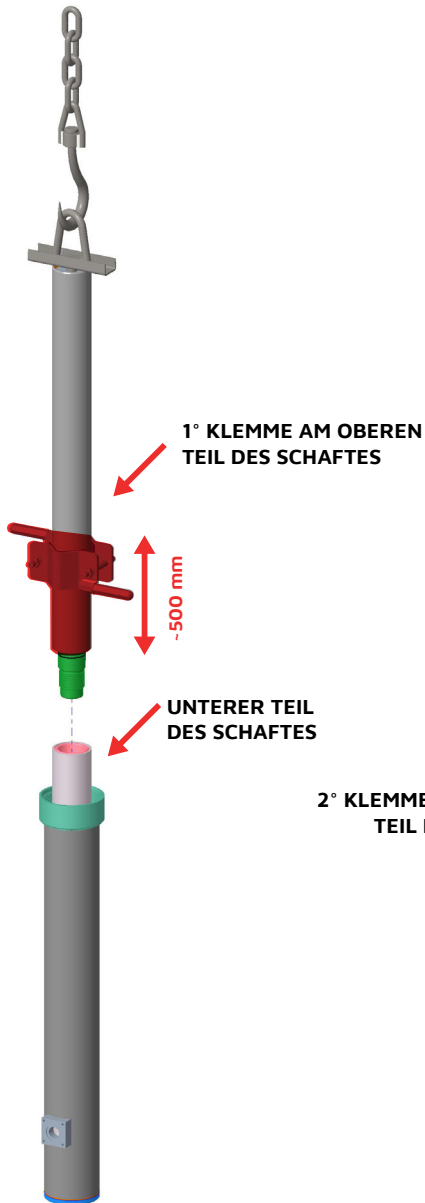

Abb. 6
6. Schaft um ca. 90% verschrauben und dabei die erste Klemme einsetzen. Schaft um ca. 50 cm heben, um die Befestigung der zweiten Klemme am unteren Teil des Schaftes zu ermöglichen. Sicherstellen, dass die zweite Klemme sich auf der Dichtung des unteren Teils des Zylinders befindet, damit der Schaft nicht nach unten rutscht **(Abb.6)**.